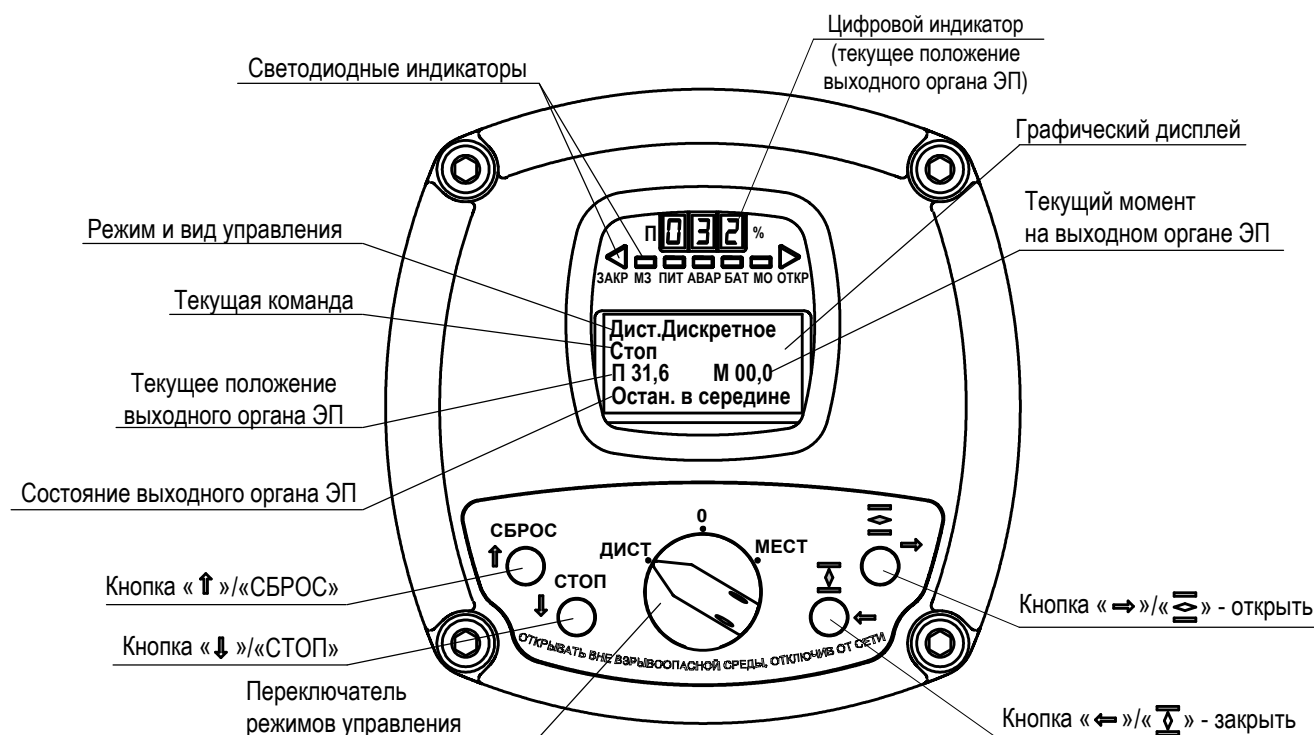

Рисунок 2 – Внешний вид лицевой панели контроллера в рабочем режиме
1.3.1.3 На лицевой панели (рисунок 2) расположены органы индикации, защищенные смотровым окном, и органы управления, образующие панель местного управления (далее – ПМУ).